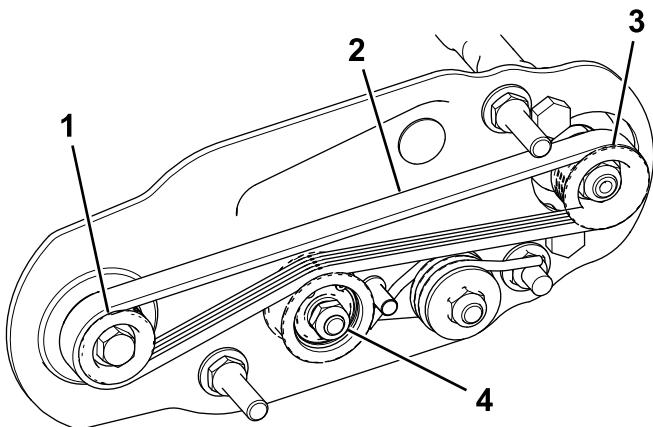

Figura 24
- Coloque la corredera alrededor de la polea motriz y luego por encima de la polea tensora (Figura 24).
- Empiece a colocar la corredera en la polea arrastrada (Figura 24).